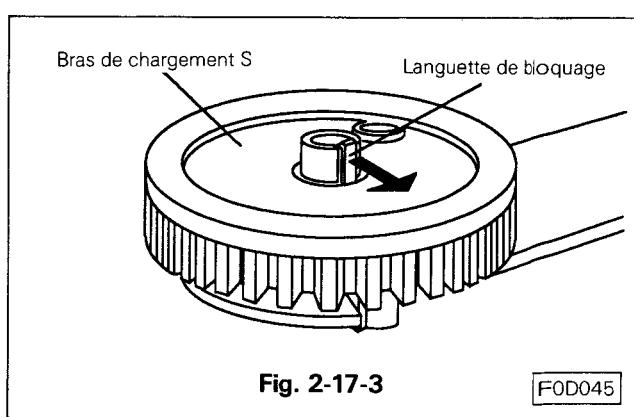

Fig. 2-17-3
- G. Retirer la languette de blocage montrée sur la Fig. 2-17-3 et démonter le bras de chargement S.